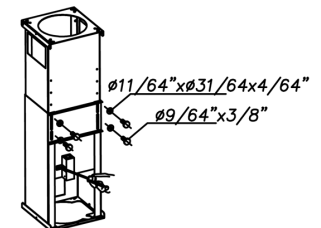
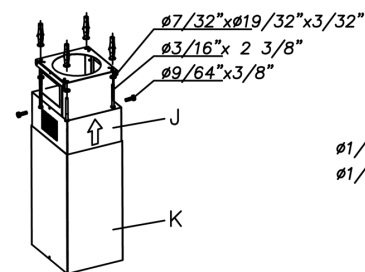

Fig. 3
Fig. 4
- Adjust the length of the telescopic structure and attached the two pieces with 8 screws and washers. Bear in mind that the minimum distance from working surface to the base of the hood should not be less than 22" (Fig. 3).
- Attach the previously adjusted telescopic structure to the ceiling using 4 screws and washers (Fig. 4).
- Introduce the J pipe with the grate on the upper part and attach the telescopic structure using 2 screws (Fig. 4).
- Run three wires, two for the power supply and the ground wire, from the connection box on the canopy to a power connection point near the installation. See Fig. 3
• **Limpieza del filtro de grasa:** En virtud del uso y como mínimo cada mes, los filtros de grasa deberán ser desmontados (Fig. 3) y (Fig. 4) y lavados en lavavajillas o en agua caliente y detergente. En el caso de utilizar lavavajillas, es recomendable colocarlos en posición vertical para evitar que los restos de comida se depositen sobre el mismo. Después de haberlos enjuagado y secado colocarlos nuevamente en su lugar, actuando de forma inversa al desmontarlos.